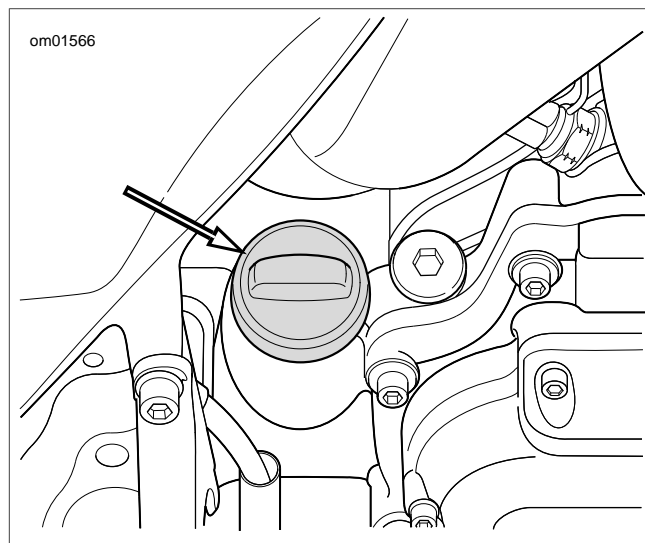

Figure 1-1. Bouchon de remplissage d'huile moteur
2. Voir Figure 1-1. Enlever le bouchon de remplissage/jauge et essuyer la jauge. Introduire la jauge dans le bec de remplissage et la visser.
3. Voir Figure 1-1. Enlever le bouchon de remplissage/jauge et essuyer la jauge. Introduire la jauge dans le bec de remplissage et la visser.